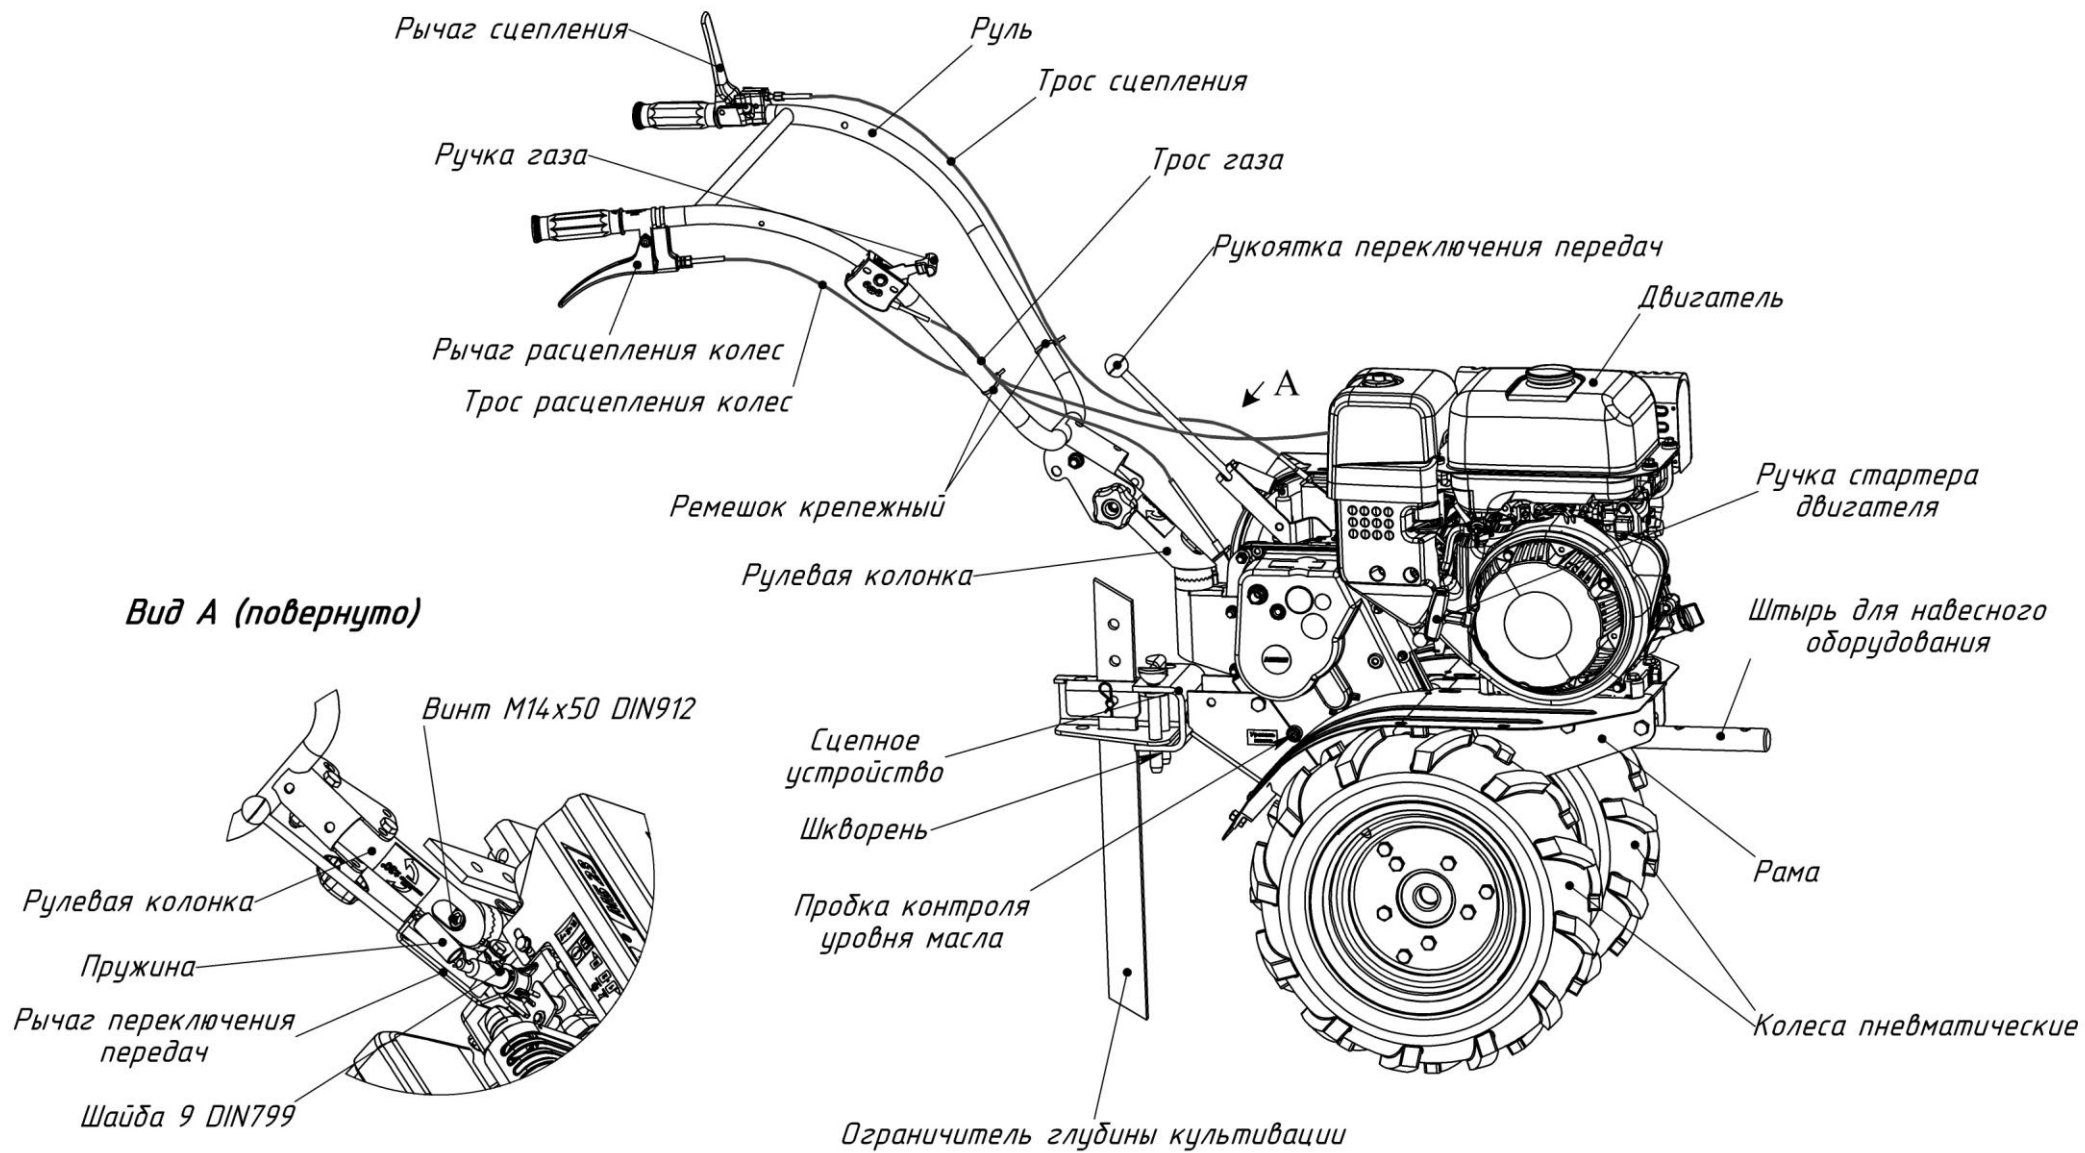

Рис.1. Общий вид мотоблока (вид справа).
МБ23 (рис.1, 2, 3, 4) – это одноосный универсальный силовой агрегат, предназначенный для работы как с устройствами, входящими в штатную комплектацию, так и с различными сменными орудиями, и состоящий из:
Рукоятка переключения передач (рис.1, 5, 12) расположена на редукторе и выведена в сторону оператора.
Ручка газа (рис.1, 2, 3, 6) – расположена на правой рукоятке руля, предназначена для управления положением дроссельной заслонки двигателя и его остановки.
Рычаг сцепления (рис.1, 2, 3, 7) – расположена на левой рукоятке руля, предназначена для включения/выключения сцепления.
Рычаг расцепления колес (рис.1, 2, 3, 8) – расположен на правой рукоятке руля, предназначен для отключения привода левого колеса.
- остановить мотоблок, отпустив рычаг сцепления (рис.1, 2);
- нажать на рычаг расцепления колес (рис.1, 2);